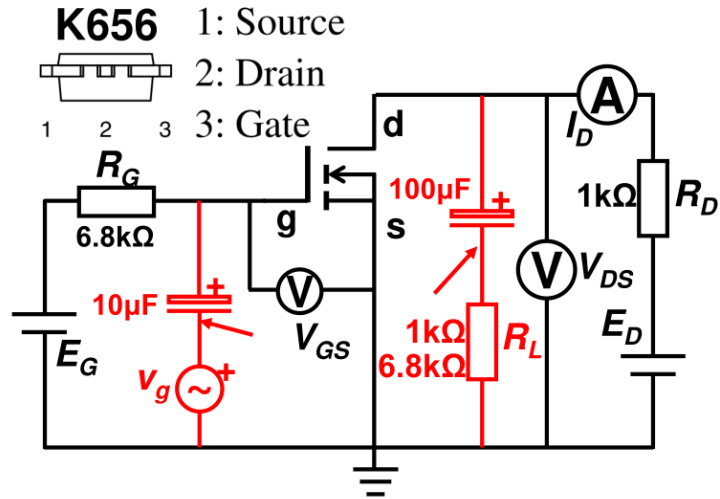
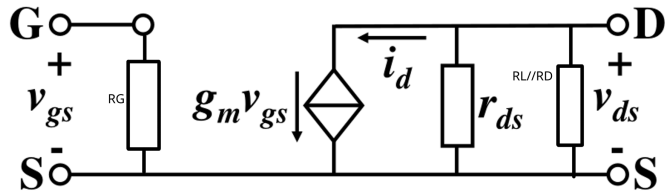

图 3: 场效应管测量电路
图 4: 场效应双极型晶体管测量电路等效小信号电路
原始电路如图 3，小信号电路如图 4。
1. 按照实验电路 图 3 搭建电路